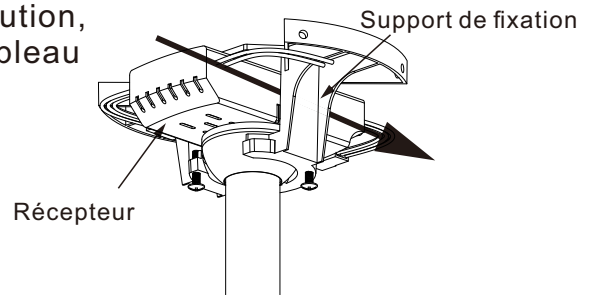

Figure 16
Étape 1 : (Fig. 16) Insérer le récepteur dans le support de fixation, face plane du récepteur orientée vers le plafond.